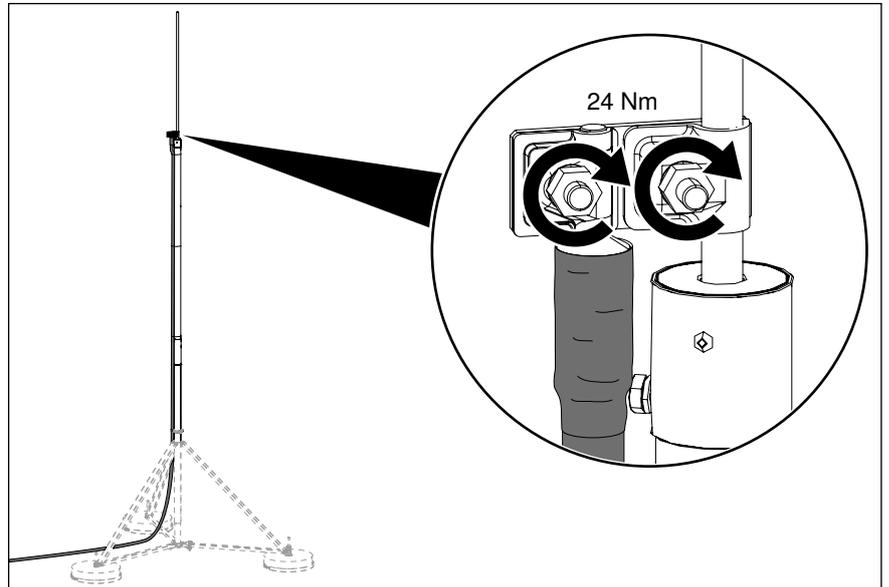

Abb. 41: Anschlussplatte für eine isCon®-Ableitung am Fangmast montieren
- Die Anschlussplatte (Typ isCon AP1-16 VA) wie in Abb. 41 gezeigt am unteren Ende der Fangstange montieren. Anzugsdrehmoment: 24 Nm